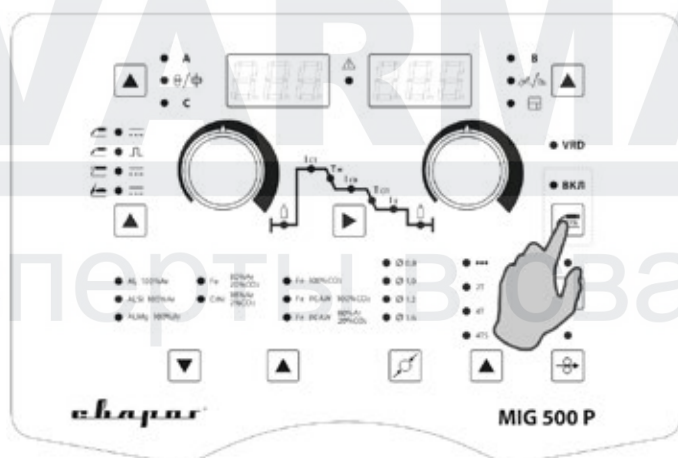

Рис. 8.7.2. Выбор режима MIG SYN.
2. Выберите режим MIG SYN (См. рис. 8.7.2) кнопкой включения синергетического режима (См. табл. 7.0.2, поз. 9).